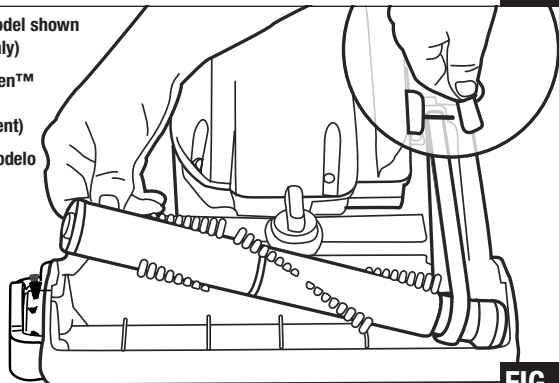

FIG. 25
Step 4: Lift right end of brushroll (FIG. 25).
Étape 4 : Soulever le droite gauche du rouleau-brosse (FIG. 25).
Paso 4: Levante el extremo derecho del cepillo circular (FIG. 25).